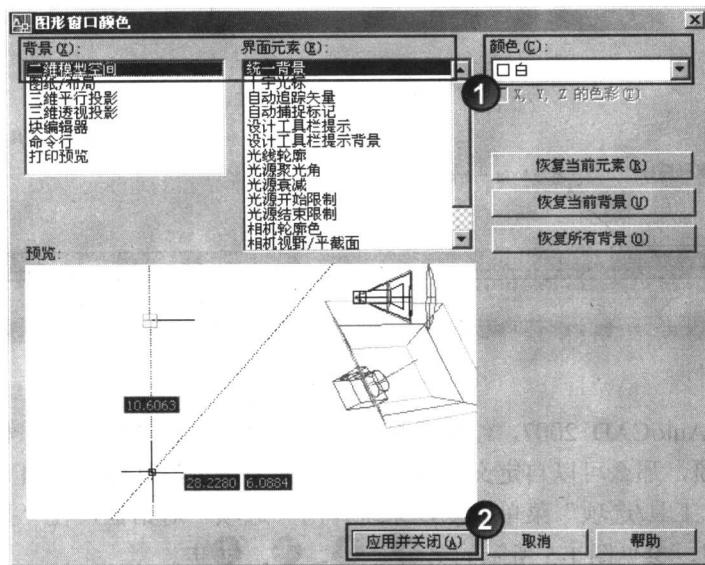

图 1-6 设置模型空间的背景色为白色
**步骤2** 单击**颜色(C)**按钮之后，系统弹出“图形窗口颜色”对话框，单击“颜色”下拉列表框右侧**▼**按钮，在弹出的下拉列表中选择“白”，最后单击**应用并关闭(A)**按钮，参见图1-6所示的第①、②步。